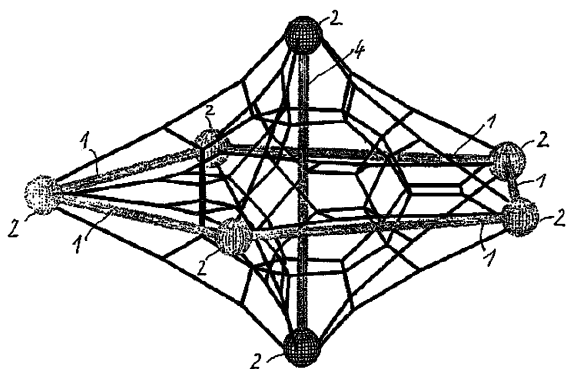

Рис.9
**Трехмерные игровые конструкции** описаны в патенте Германии 10105463 (2002 г.). На наборе опорных точек 2 (рис. 9) крепятся опорные горизонтальные перекладины 1 и вертикальная перекладина 4. На них натягивают произвольную систему канатов. По такой конструкции с удовольствием лазают дети.